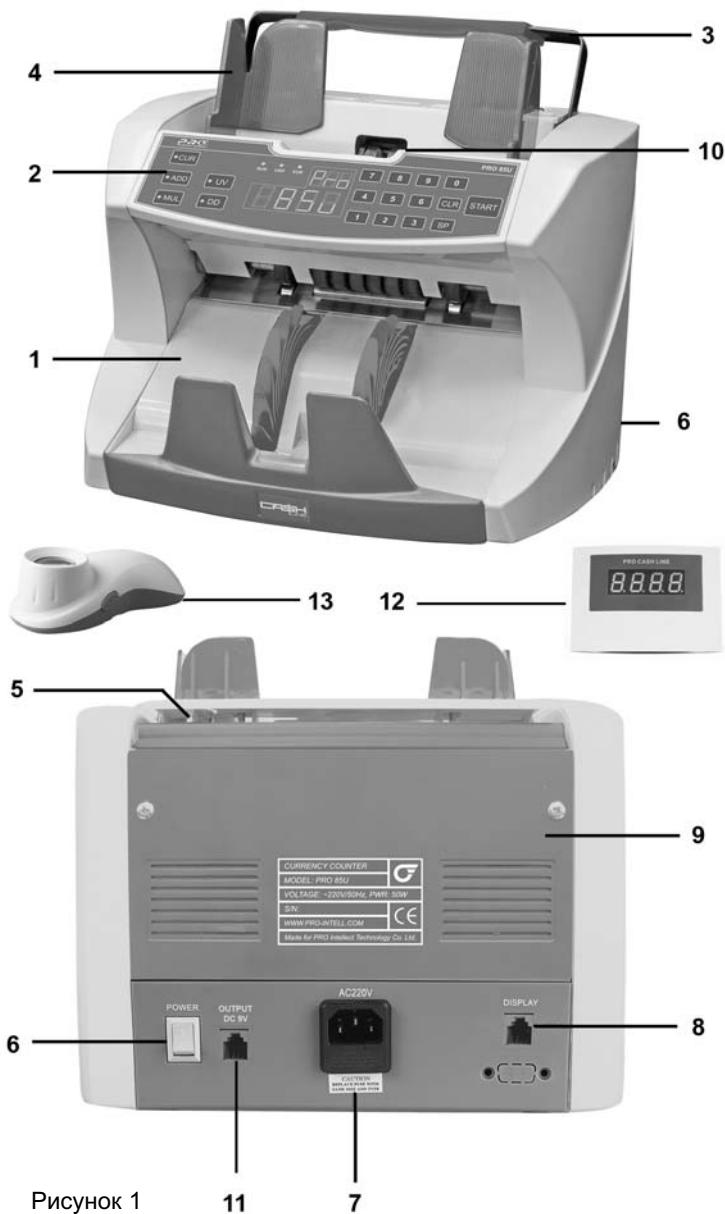

Рисунок 1
**Внимание!** При включенной магнитной детекции необходимо выравнивать пачку банкнот по середине с помощью направляющих банкнот Рис.1 Поз.4 в противном случае выпадает ошибка "En". В положении "любая валюта" (не один из индикаторов типа валюты не горит) магнитная детекция отключена.